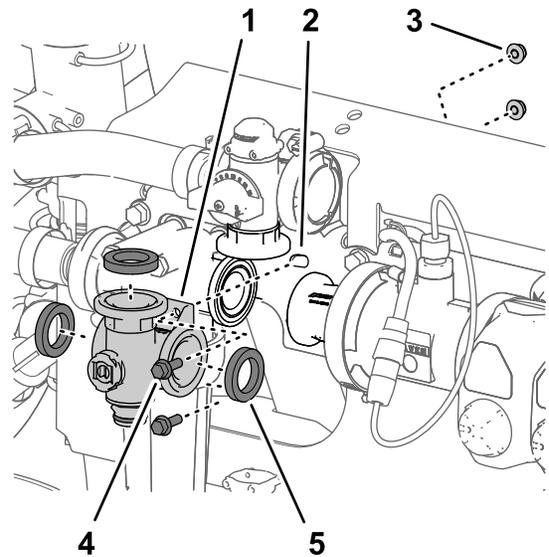

图 114
3. 松开将搅拌阀歧管固定至阀支架的 2 个凸缘头螺栓 $\frac{1}{4} \times \frac{3}{4}$ 英寸和 2 个凸缘锁紧螺母 $\frac{1}{4}$ 英寸图 114。
4. 从机器上卸下搅拌阀歧管和垫片图 114。